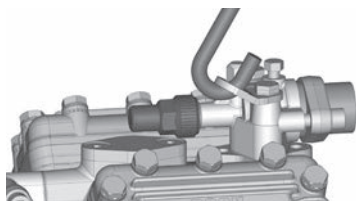
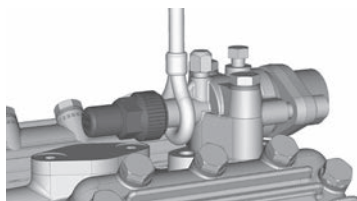

Fig. 4
Fig. 5
- Possibilità di trasporto e di sospensione in corrispondenza del golfare di trasporto (fig. 4) o direttamente della valvola di arresto della pressione (fig. 5).